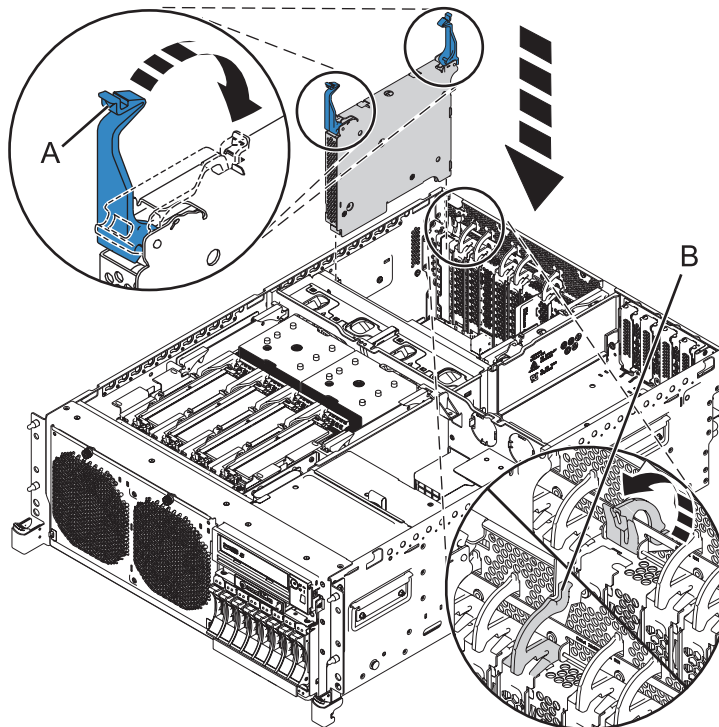

Abbildung 3. GX-Adapter in Einschubsystem 8202-E4B oder 8205-E6B installieren
11. Drehen Sie die Verriegelungen (A) gleichmäßig in die verriegelte Position (siehe Abb. 3 und Abb. 4 auf Seite 5).
12. Drehen Sie die Verriegelung (B) in die geschlossene Position, um den Adapter im Adaptersteckplatz zu verriegeln.